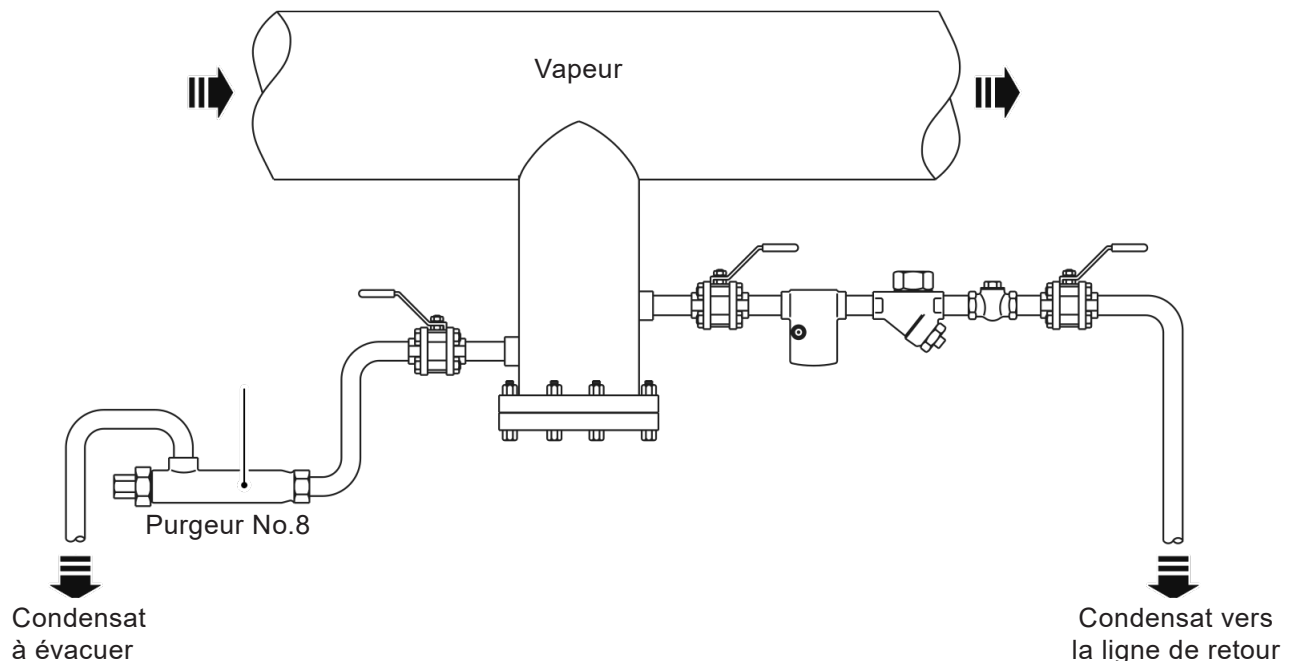

Fig. 2
- 3.5** Grâce à sa caractéristique d'évacuation des condensats à température déterminée, le purgeur thermostatique à dilatation de liquide peut habituellement être employé en tant que 'purgeur'. Sa sortie doit toujours pointer vers le haut, comme montré sur la Fig. 2, pour pouvoir assurer une immersion continue de l'élément rempli d'huile, et le condensat acheminé vers un endroit sécurisé via une purge ouverte située sous le corps. Comme il peut seulement évacuer les condensats à une température de réglage comprise entre 60°C et 100°C, il est nécessaire de l'installer avec un purgeur d'évacuation 'normal' qui doit être habituellement raccordé à la ligne de retour de condensat.